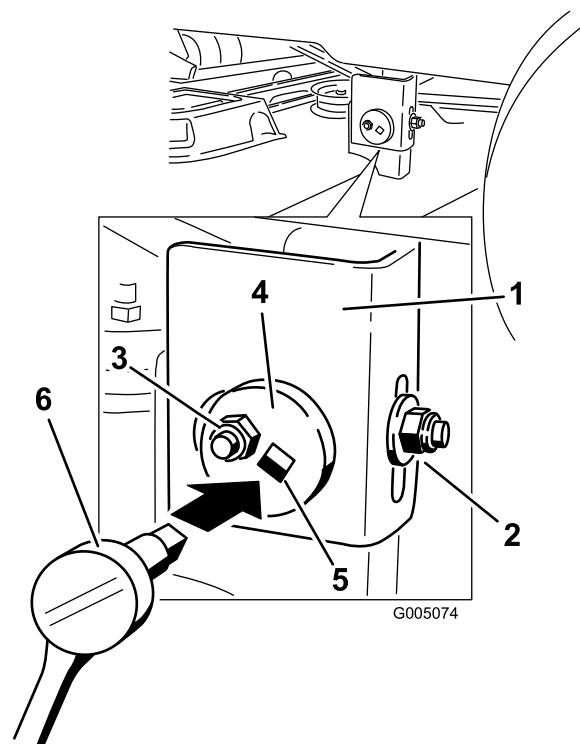

Figura 49
- Spostatemi sul lato sinistro della macchina. Allentate, ma non togliete, il dado di bloccaggio posteriore sul supporto di sospensione (Figura 49).
- Allentate il dado di bloccaggio laterale sul supporto di sospensione appena a sufficienza per poter regolare la piastra eccentrica (Figura 49). Utilizzate una prolunga di 3/8 poll. su una chiave a tubo per manovrare la piastra eccentrica. Utilizzate la chiave per riposizionare l'altezza del piatto di taglio e regolare l'altezza desiderata.
- Fermate il piatto di taglio nella posizione regolata e serrate il dado di bloccaggio laterale sul supporto di sospensione per fissare la nuova posizione (Figura 49). Serrate il dado di bloccaggio posteriore sul supporto di sospensione.